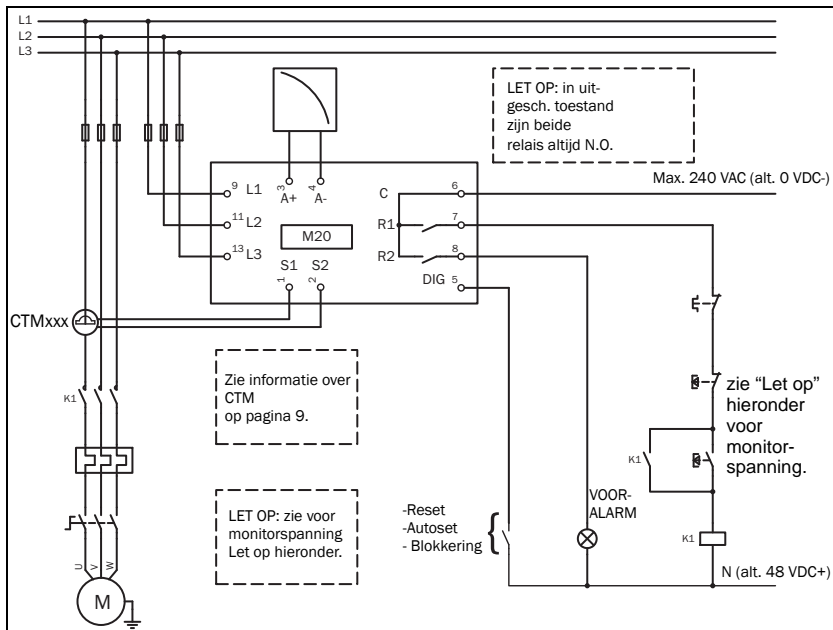
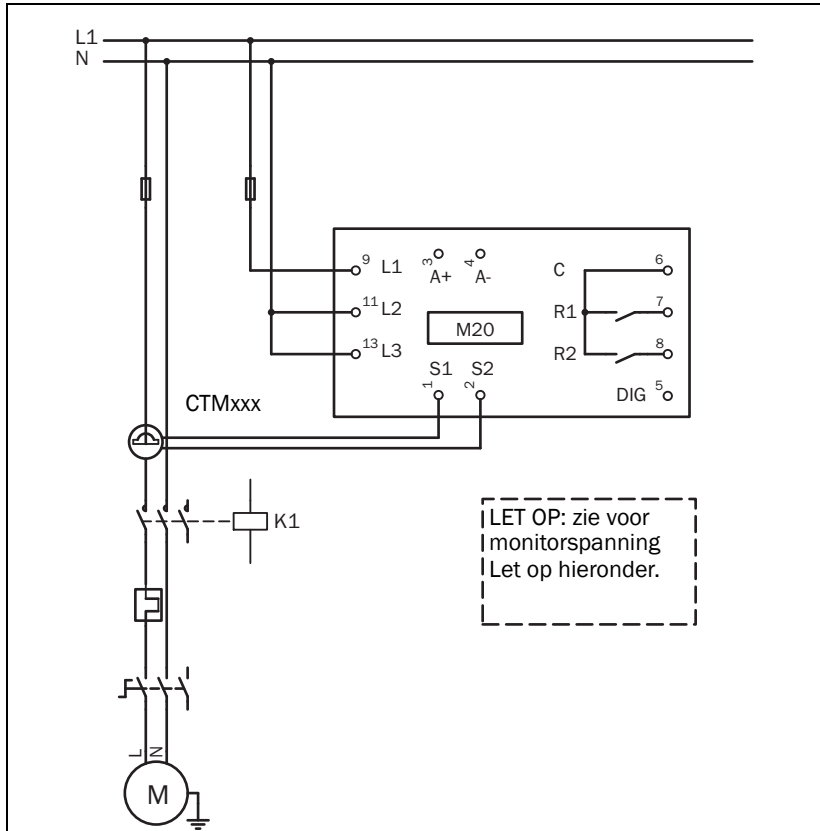

Fig. 1 Aansluitvoorbeeld
Fig. 2 Voorbeeld éénfaseaansluiting.
1. Sluit de Emotron M20 aan volgens hoofdstuk 5 en Fig. 1.
Het onderstaande bedradingsschema is een voorbeeld van hoe de M20 kan worden aangesloten om het start-/stopcircuit van de driefasenmotor te regelen, Fig. 1. Aansluitingen op een eenfasemotor worden later in deze gebruiksaanwijzing beschreven (Fig. 2), evenals de benodigde programmeerwijzigingen voor dergelijke toepassingen. De standaardinstelling voor de M20 is gebaseerd op drie fasen.
1. De stroomtransformator CTMxxx moet in dezelfde fase worden geplaatst die is aangesloten op klem 9, fase L1. Zie Fig. 1. Indien dit niet gebeurt, functioneert de monitor niet.
2. Zie fig. 2 voor een éénfase-aansluiting.
Let op: de stroomtransformator (CTMxxx) moet in dezelfde fase worden geplaatst die is aangesloten op aansluitklem 9, fase L1. Zie Fig. 1.
LET OP: als de **START/STOP** is aangesloten zoals in Fig. 1, wordt aanbevolen om voor aansluitklem 6 en 7 een bypass aan te houden tijdens het programmeren. Nadat het programmeren is voltooid, moet de bypass worden verwijderd. Controleer of het bereik van de monitorspanning, bijv. 3x380-500 VAC, overeenkomt met de aangesloten motor/lijnsparing, bijv. 3x 400 V (zie Fig. 1).
Het bedradingsvoorbeeld geeft de aansluitingen weer die vereist zijn voor eenfasetoepassingen. Raadpleeg Fig. 1 voor de overige bedrading.
LET OP: controleer of het bereik van de monitorspanning, bijv. 1x100-240 VAC, overeenkomt met de aangesloten motor/"lijn - nulleider" spanning, bijv. 1x230 V (zie Fig. 2).
Aansluitklem 5 (DIG) en 6 (C – referentie) worden gebruikt door de digitale ingang. Het signaal kan een VAC- of een VDC-signaal zijn. Sluit + aan op aansluitklem 5 (DIG) en - op aansluitklem 6 voor een VDC-signaal. Let op de polariteit wanneer er DC-spanning wordt gebruikt. Zie ook Fig. 1 en aansluitklem 6: max. 240 VAC (of 0 VDC-) en op aansluitklem 5: N (of 48 VDC+). Zie ook hoofdstuk 9, Geavanceerde eigenschappen.